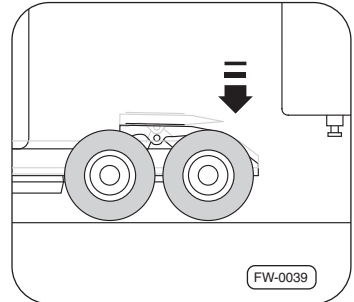

Abb. 13 · Luftfederung absenkten
6. Die Luftfederung an der Sattelzugmaschine so einstellen, dass die Kuppungsplatte unterhalb der Aufliegerplatte steht ⇒ Abb. 13.